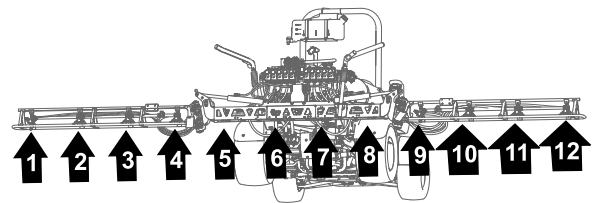
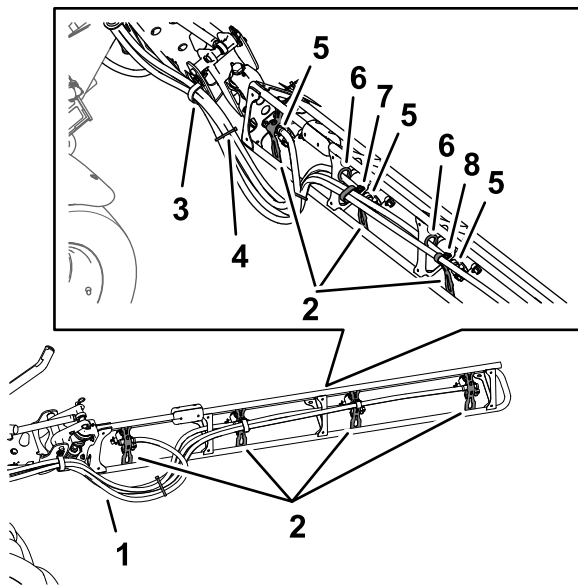

Рисунок 129
Рисунок 130
- Проложите шланги распылительных сопел 1, 2, 3 и 4 через R-образный зажим в левом наружном конце средней секции опрыскивателя (Рисунок 129 и Рисунок 130).
2. Проложите шланги подачи распылительных сопел 7, 8, 9 и 10 через R-образный зажим в правом наружном конце средней секции опрыскивателя (Рисунок 129 и Рисунок 130).
3. Проложите шланги подачи длиной 279 см и хвостовики шланговых штуцеров типа «елочка» (¾ дюйма) вдоль секции опрыскивателя к распылительным соплам 1 и 10, как показано на Рисунок 129 и Рисунок 130.
4. Проложите шланги подачи длиной 234 см и хвостовики шланговых штуцеров типа «елочка» (¾ дюйма) вдоль секции опрыскивателя к распылительным соплам 2 и 9, как показано на Рисунок 129 и Рисунок 130.
5. Проложите шланги подачи длиной 188 см и хвостовики шланговых штуцеров типа «елочка» (¾ дюйма) вдоль секции опрыскивателя к распылительным соплам 3 и 8, как показано на Рисунок 129 и Рисунок 130.
опрыскивателя к распылительным соплам 4 и 7, как показано на Рисунок 129 и Рисунок 130.
7. Соедините 4 шланга распылительных сопел в пучок с помощью кабельной стяжки, как показано на Рисунок 130.